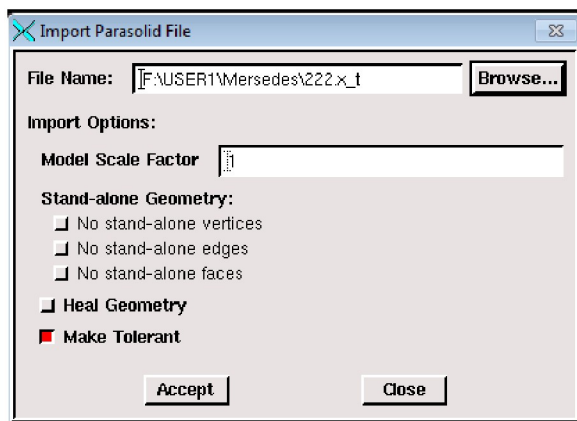

Рисунок 87 – Процесс импортирования 3D-модели
2. Затем импортируется готовая модель, предварительно созданная в каком-либо CAD – пакете (рисунок 87):